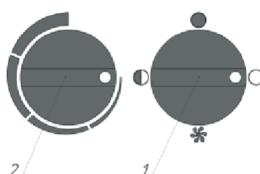

рис.3
5.2 Установить ручку переключателя режимов 1 (см. рис.3) в положение «О», ручку терморегулятора 2 повернуть в крайнее, против часовой стрелки, положение.
Для включения тепловентилятора ручку переключателя режимов 1 (см. рис.3) повернуть по часовой стрелке в положение «*», при этом включается электродвигатель вентилятора и тепловентилятор работает в режиме вентиляции (режим «О»).